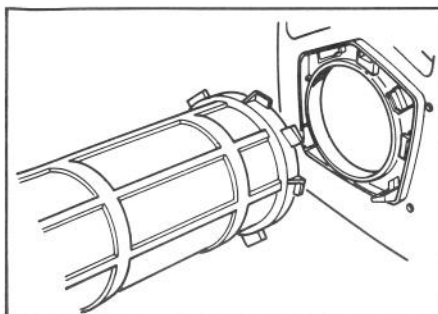

Figure 4
4. Introduire le tube du haut dans le raccord d'admission et tourner dans le sens horaire jusqu'à ce que les pattes se bloquent (cf. figure 4). La partie angulaire du tube du bas doit être dirigée vers le bas.